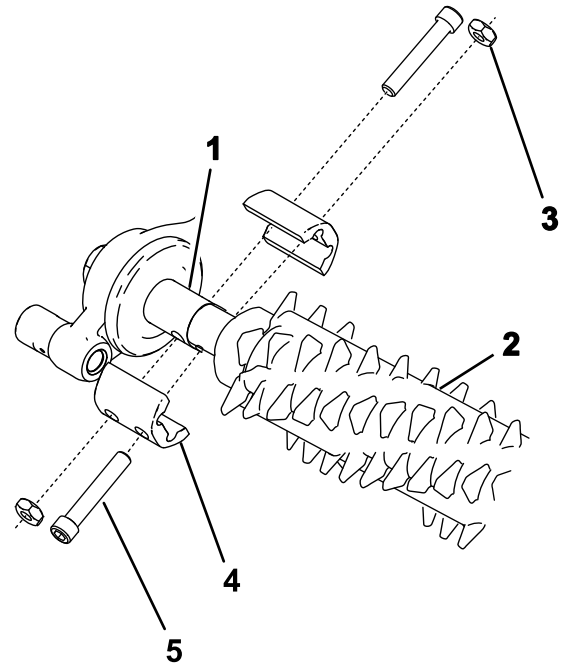

Bild 18
2. Fluchten Sie den Groomer mit den Antriebswellenstümpfen des Groomerantriebs und der Spannscheibe aus (Bild 18).
3. Befestigen Sie den Groomer an der Maschine, wie in Bild 18 abgebildet, und ziehen Sie die Schrauben an.